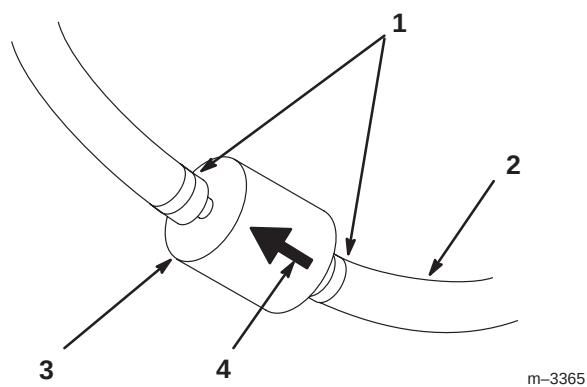

Figure 39
5. Pincez les extrémités des colliers et faites glisser ceux-ci pour les éloigner du filtre (Fig. 39).